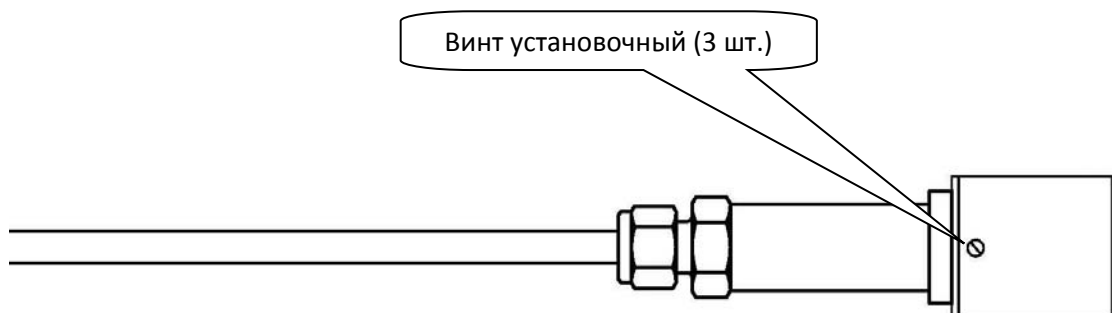

Рисунок 23 - Расположение винта установочного на крышке корпуса уровнемера
4.2.1 Ослабьте три винта установочных, расположенных на крышке корпуса уровнемера и обозначенных на рис. 23.